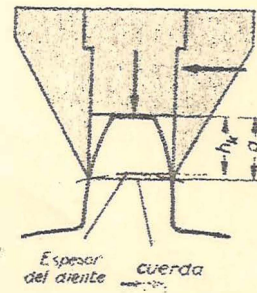

Fig. 2
- Para hacer la medición se ajuste primero la corredera vertical a la medida q (Fig. 2). Esta es igual al módulo del piñón.